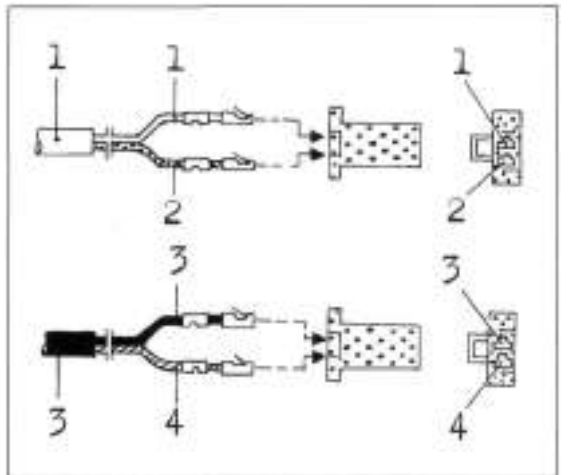

Bild 85
- Kabel durch **Gehäusebohrung** durchführen und Kabelstifte in Stecker gemäss Bild 85 anbringen.